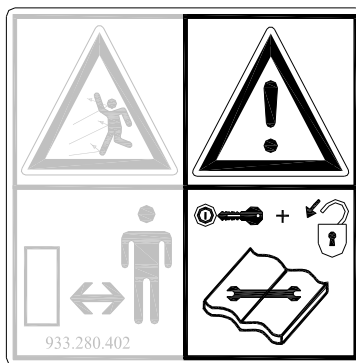
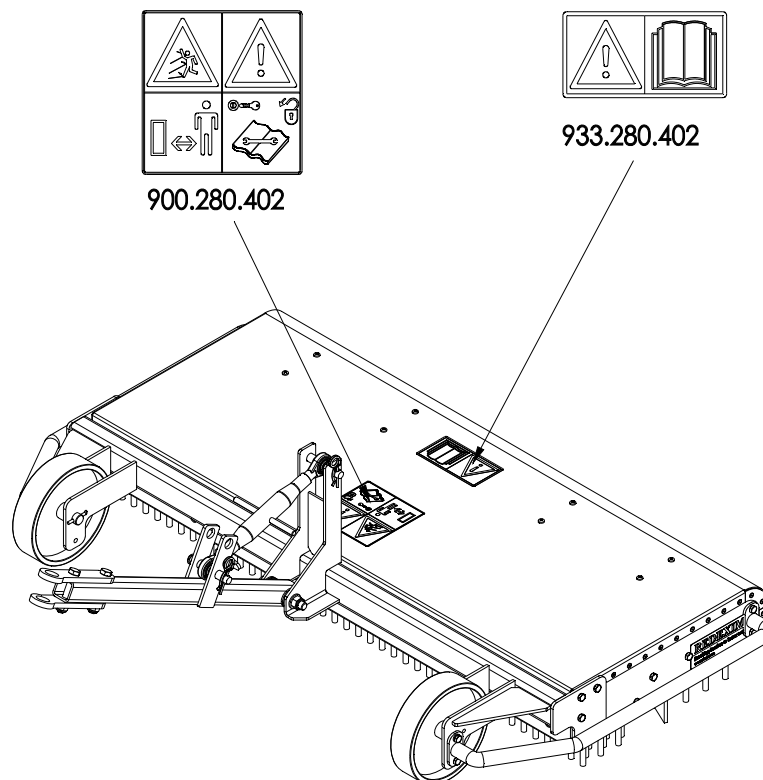

Fig. 2
Fig. 5
Bij onderhoud, afstellen en reparaties **altijd de tractormotor uitschakelen en de tractorsleutel uit het contact halen** (Fig.2)
Aan weerszijden van de Court-Top zijn (Fig. 5) veiligheidsstickers (Fig. 2,3,4) aanwezig met een gelijkkluidende betekenis. Deze veiligheidsstickers moeten altijd goed zichtbaar en leesbaar zijn en moeten, wanneer deze beschadigd zijn, worden vervangen.
(7) Plaatsing veiligheidsstickers. (Fig. 5)